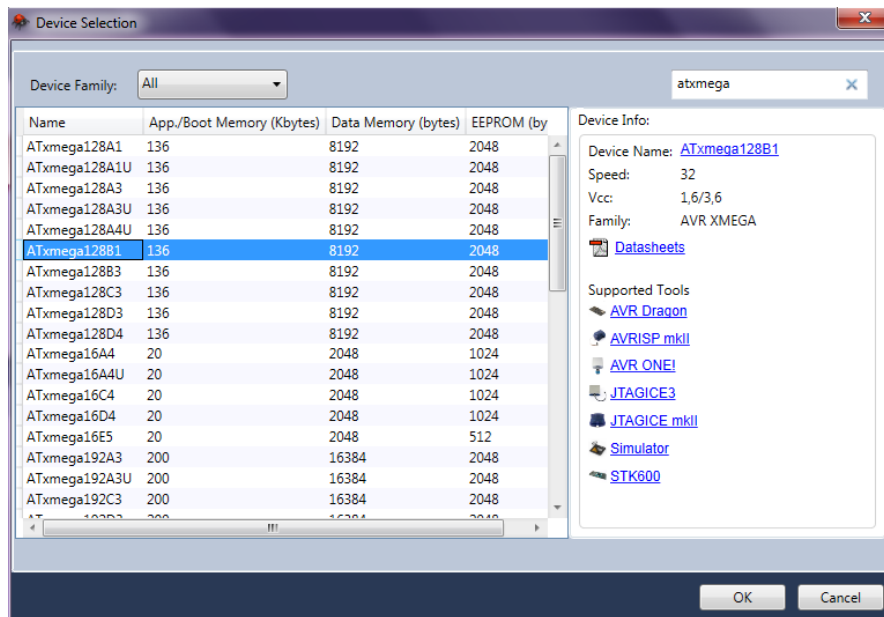

Figura 36 Selección del microcontrolador
7. Seleccionar el microcontrolador ATxmega128B1 y luego seleccionar OK. Figura 36. En este momento se abre la venta principal del proyecto creado.